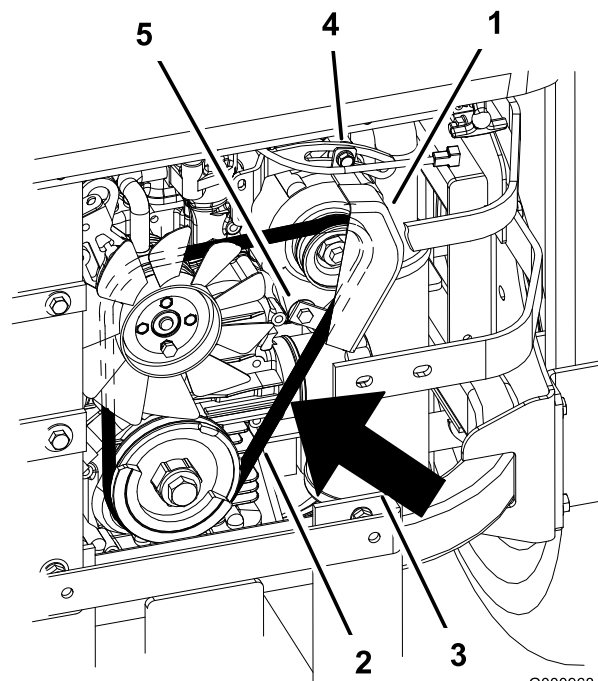

Figura 62
- Afloje el perno inferior y retire el perno superior que sujeta el alternador y la cubierta (Figura 62).
- Instale una correa nueva alrededor de las poleas y del alternador (Figura 62).
- Apriete el perno inferior e instale el perno superior que sujeta el alternador y la cubierta (Figura 62).
- Ajuste el alternador hacia fuera hasta que quede una desviación de 7 a 9 mm en la correa entre el motor y las poleas del alternador con un esfuerzo de 10 kgf (Figura 62).
- Si la desviación es correcta, apriete los pernos inferior y superior (Figura 62).